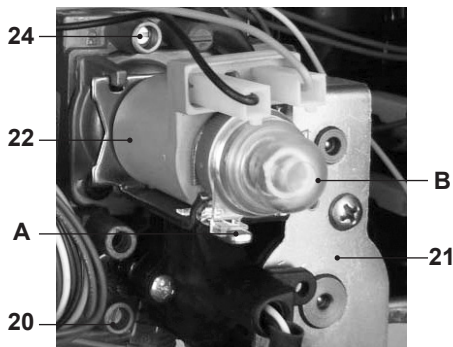

Рисунок 7.2
- Выключив котел (приведя его в нерабочее состояние), проверьте давление питания при помощи отвода 20, см. Рисунок 7.2, и сравните считанное значение со значениями, приведенными в таблице «Давление газа на подаче» в разделе «Технические данные» на стр. 22.
- Тщательно закройте отвод для замера давления 20, см. Рисунок 7.2.
- Откройте отвод для замера давления 24, см. Рисунок 7.2, и подсоедините манометр.
- Снимите защитную заглушку В модулирующего устройства 22, см. Рисунок 7.2, освободив ее от упора А (с этой целью поверните ее по часовой стрелке и подденьте отверткой).